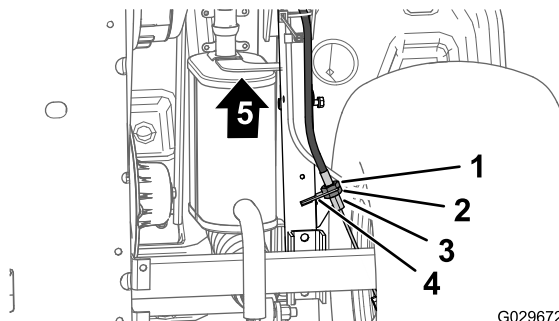

図 66
3. 機体の下側で、駐車ブレーキケーブルのねじ山付きアジャスタの後ジャムナットを4回転ゆるめる **図 66**。
4. 前側ジャムナットを締める **図 66**。
- A. ブレーキケーブルのねじ山付きアジャスタの前ナット **図 66**を1回転ゆるめる。
- B. 後側ジャムナット **図 66**を締める。
- A. ブレーキケーブルのねじ山付きアジャスタの後ナット **図 66**を1回転ゆるめる。
- B. 前側ジャムナットを締める **図 66**。